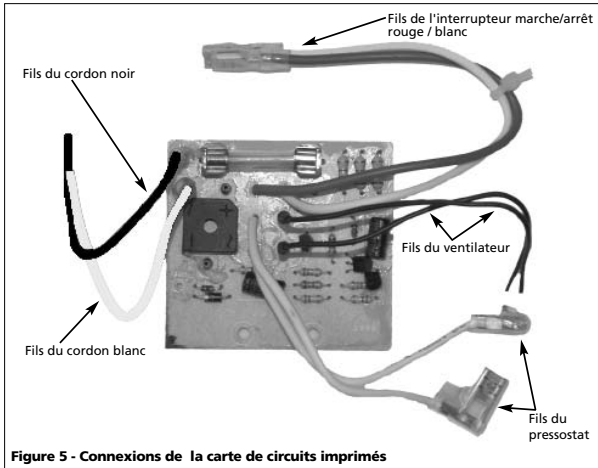
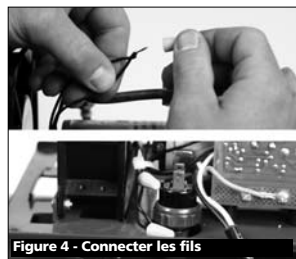

Figure 5 - Connexions de la carte de circuits imprimés
Figure 4 - Connecter les fils
3. Trouver les longs fils rouge et blanc raccordés à l'interrupteur marche/arrêt à l'intérieur de l'écran (figure 4). Retirer les deux en tirant sur les pinces isolées avec une pince à becs effilés.
- Replacer les fils du ventilateur à la carte de circuits imprimés. Pour les appareils aux fils de ventilateur sans raccords de broche, connecter les fils courts du ventilateur fournis dans le kit aux fils du ventilateur en place à l'aide des deux serre-fils fournis dans le kit (figure 4). Brancher les deux fils noirs à la carte de circuits imprimés de l'unité moteur de rechange (figure 5).
Pour les appareils aux fils de ventilateur qui ont des raccords de broche, connecter les deux fils noirs à la carte de circuits imprimés de l'unité moteur de rechange (figure 5). Peu importe le fil de ventilateur connecté à chaque broche de la carte de circuits imprimés.
11. Replacer les fils du cordon blanc et noir à la carte de circuits imprimés. Pour les appareils aux fils de ligne sans raccords de broche, connecter le fil court de ligne blanc fourni dans le kit au fil de ligne blanc en place à l'aide du serre-fil fourni dans le kit (figure 4). Brancher le fil court de ligne noir en place à l'aide du serre-fil fourni dans le kit au fil de ligne noir en place à l'aide du serre-fil fourni dans le kit (figure 4). Brancher les deux fils de ligne à la carte de circuits imprimés de l'unité moteur de rechange (figure 5).